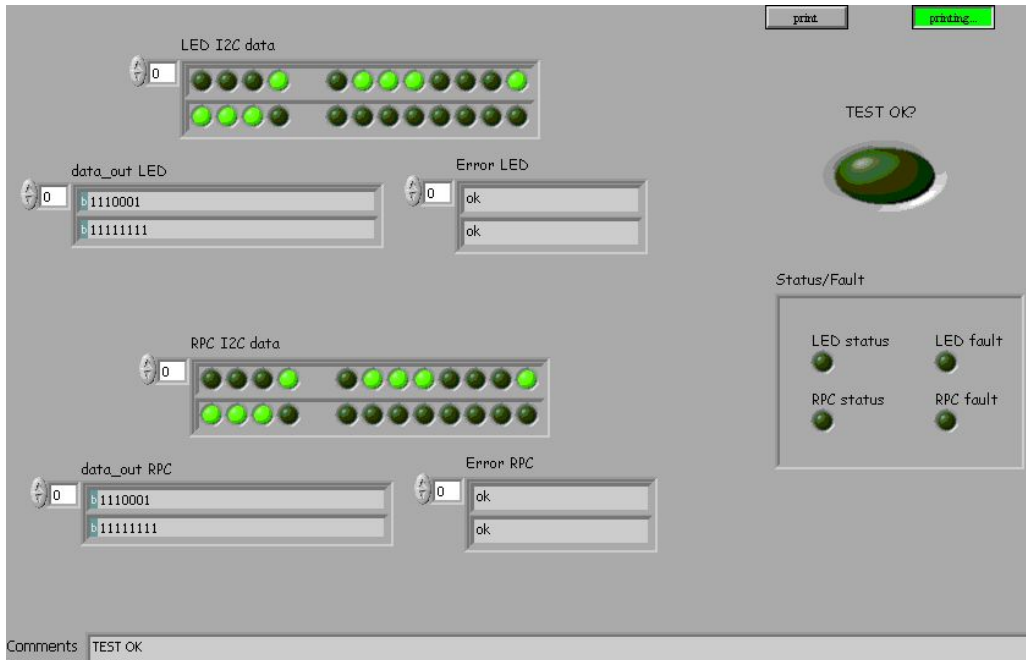

Figura 2: Output Corretto per il test Led-RPC
- Se non si e' accesa, verificare che i dati siano come in Figura 2.